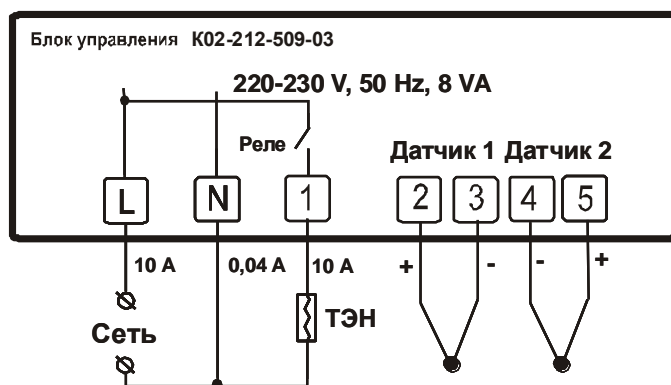

Рисунок 1 Схема подключения блока в составе электротеплового оборудования
2.7 Электрическое подключение блока при встраивании в оборудование должно быть выполнено в соответствии с рис. 1.